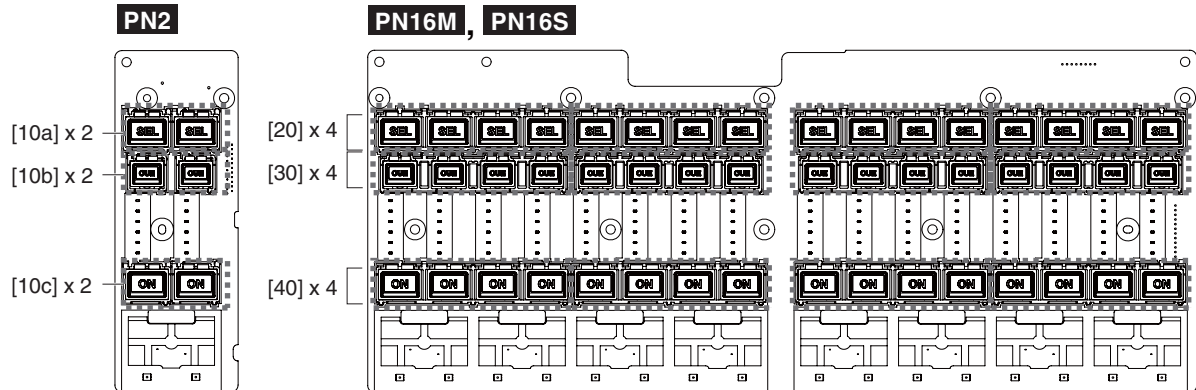

Fig. 16(図16)
* **The PN16S circuit board contains the following buttons (Fig. 16)**
- [40]: Button L (LARGE) 4P (ON) 4 pc.
* **The PN16M circuit board contains the following buttons (Fig. 16)**
* **The PN2 circuit board contains the following buttons (Fig. 16)**
- [10c]: Button L (LARGE) (ON) 2 pc.
※ PN16S シートには、下記のボタンがついています。(図 16)
※ PN16M シートには、下記のボタンがついています。(図 16)
※ PN2 シートには、下記のボタンがついています。(図 16)